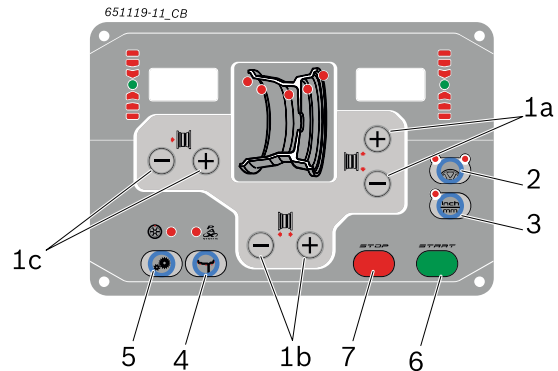

Fig. 9: Knappar på manöverpanel/indikeringspanel
På ingen av displayerna visas fälgavståndet. Korrekt avläsning av värdet kan kontrolleras med hjälp av knapparna (fig.9, pos. 1b).